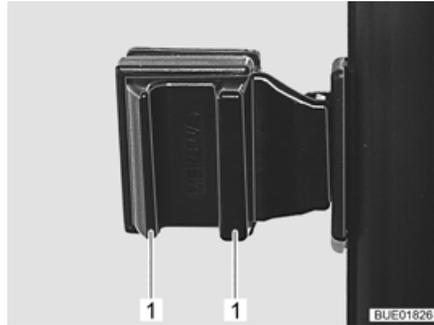

Bild 99 Schiebefenster mit Druckverriegelung
- Griffe (Bild 99,1) zusammendrücken und gedrückt halten.